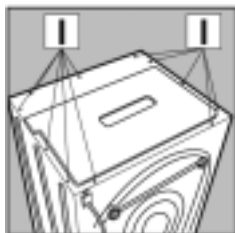

Рис. 1
2. Снимите верхнюю крышку, отвернув два винта **I** и потянув ее на себя (рис. 1).
- Винтами типа **C** закрепите две рамки для дверных петель, таким образом, чтобы отверстие, обозначенное стрелкой на *рис. 1*, было направлено к внутренней части лицевой стороны машины.